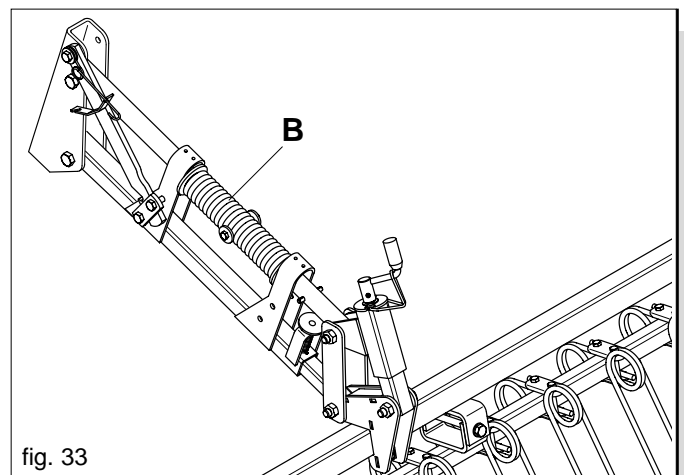

fig. 33
Der Arbeitsdruck der Federzähne der Saatgutabdeckegge kann durch Drehung der Feder (B) auf dem oberen Parallelarm verändert werden (Abb. 33).